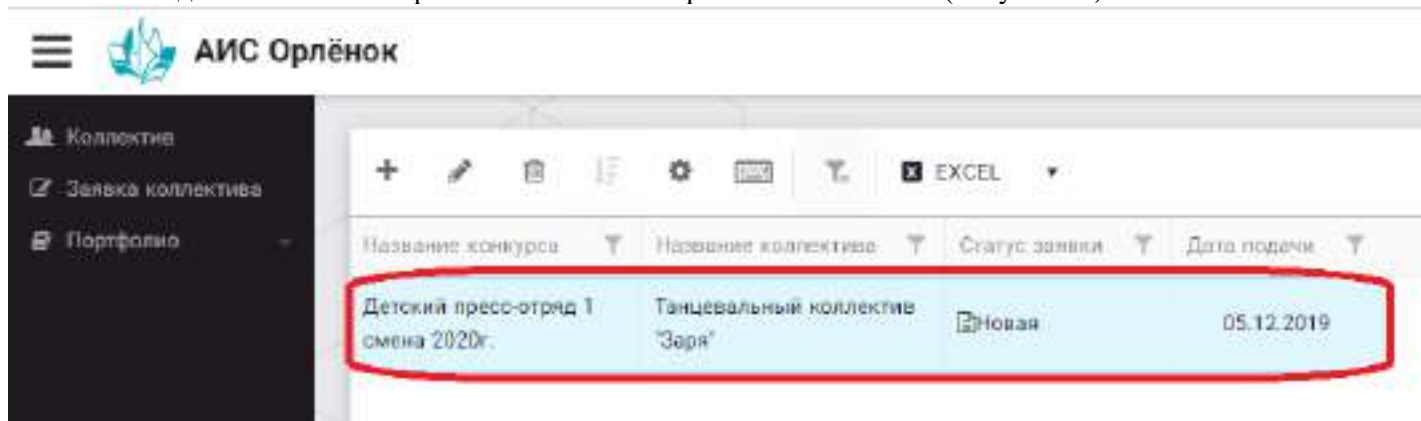

Рисунок 33 – Отображение созданной заявки
1. Созданная заявка отображается в папке «Управление заявками» (Рисунок 33).